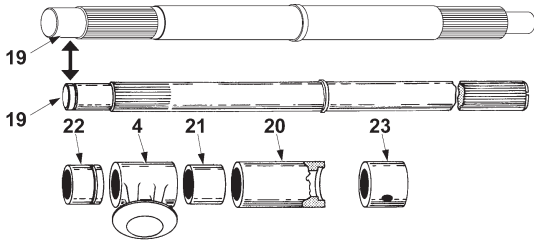

Abbildung 10
- B. Das Ventilgehäuse (1) auf eine flache Unterlage mit dem Sitz nach unten legen.
- C. Die untere Führungsbuchse (22) mit dem empfohlenen Schmiermittel schmieren und in das Gehäuse einführen.
Hinweis: Die Nut in der Führungsbuchse (22) muss in Richtung Gehäusemitte zeigen. Siehe Abbildung 10 für die korrekte Montageabfolge. Falls die Welle (19) der vorherigen Version entspricht, kann sie eine runde Nut haben. Wenn ja, den Sicherungsring (18) installieren.